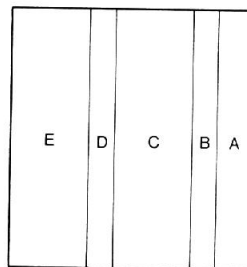

Bild 313
- () Vom Ausschneidebogen den Wickelkörper „MW-Spule“ ausschneiden (Bild 313).